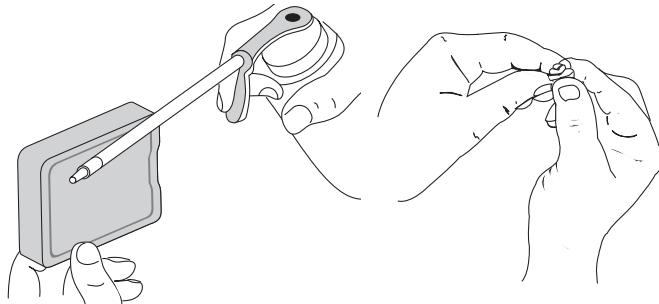

Fig. 21
4. Aplique suficiente aceite limpio de motor SAE 30 para recubrir ligeramente el filtro (Fig. 21).
5. Apriete el filtro para esparrir y retirar el exceso de aceite (Fig. 21).